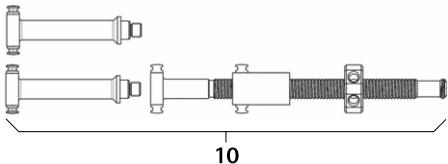

Fig. 15
- ▶ Montare il distrattore ad asta filettata **10**, vedere Fig. 15.